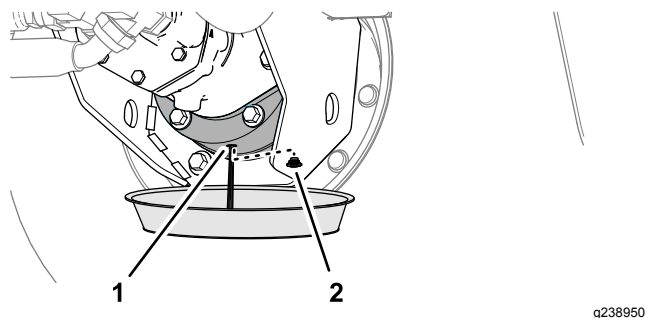

图 87
6. 将放油盘放在制动器箱下面取出排油塞让润滑油完全排出图 87。